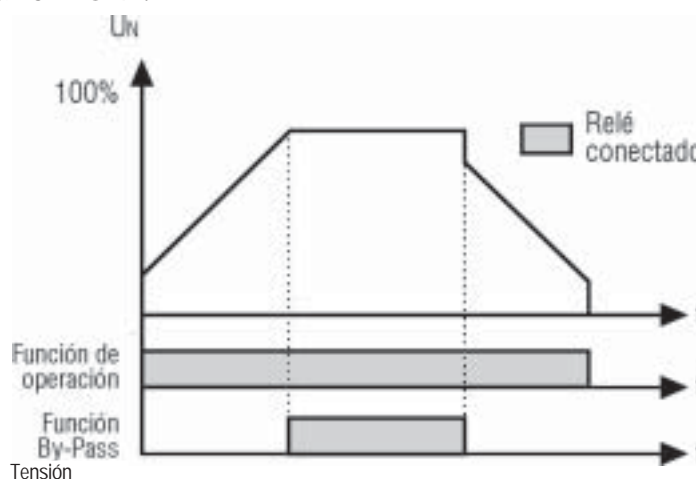

Figura 6.7- Funcionamiento de los Relés RL1 y RL2 para Operación y Tensión Plena
- 1 - Función “Operación”, el relé es conectado instantáneamente con el comando conecta de la Soft-Starter, solamente desconectándose cuando la Soft-Starter recibe un comando de desconecta general, o por rampa cuando la tensión llega a 30% UN. Vea figura 6.7 y ítem 9.4.
- 2 - Función “en Tensión Plena”, el relé es conectado luego que la Soft-Starter alcance 100% UN, y desconectado cuando la Soft-Starter recibe un comando de desconexión general, o por rampa. Conforme muestra figura 6.7 y ítem 9.4.